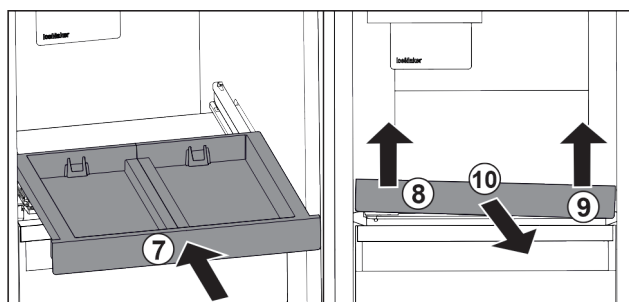

Fig. 30
- ▶ Vstavite izvlečno polico. *Fig. 30 (7)*
- ▶ Izvlečno polico dvignite naprej levo. *Fig. 30 (8)*
- ▶ Izvlečno polico dvignite naprej desno. *Fig. 30 (9)*
- ▶ Izvlečno polico odstranite v smeri naprej. *Fig. 30 (10)*